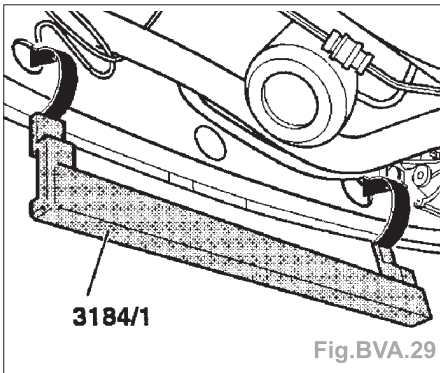

Fig. BVA.29
- Accrocher le support auxiliaire (outil **3184/1**) dans la traverse arrière du véhicule (flèches); le cas échéant, déposer de la traverse arrière les faisceaux de câbles et les conduites (Fig.BVA.29).